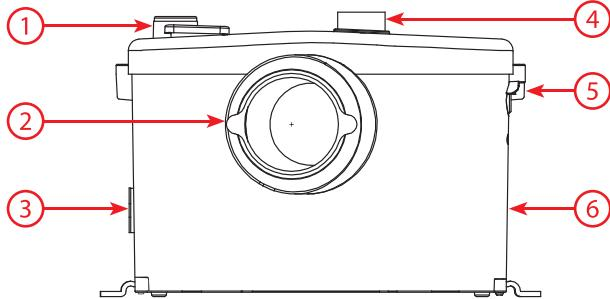
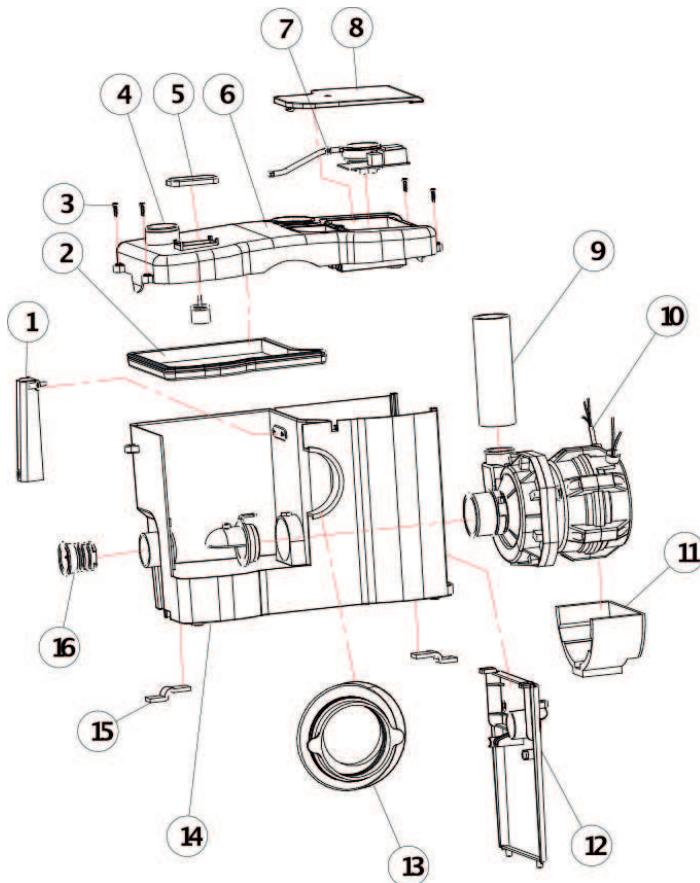

Рис. 1
Рис. 2
Сточные воды из унитаза, раковины и душа попадают в приемную камеру через входные патрубки 1,2,3 (Рис. 1), пока не достигнут определенного уровня, при котором воздушный выключатель 7 (Рис. 2), включает электродвигатель 10 (Рис. 2), который выбрасывает их через выходной патрубок 4 (Рис. 1).
- Установите насос на выбранное место и выньте заглушки из патрубков на насосе к которым будут присоединяться трубы и/или унитаз (рис. 1).
- Установите обратный клапан идущий в комплекте на выходной патрубок (пункт 4, рис. 1).